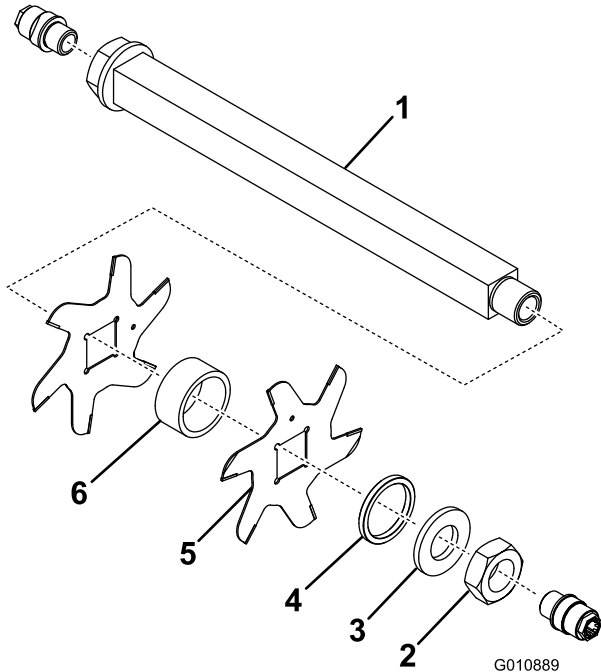

图11
- 3. 依次取下小隔片、垫圈、刀片以及大隔片。清洁该方形轴，然后涂抹上一薄层润滑脂进行润滑，使组装更加容易（图11）。